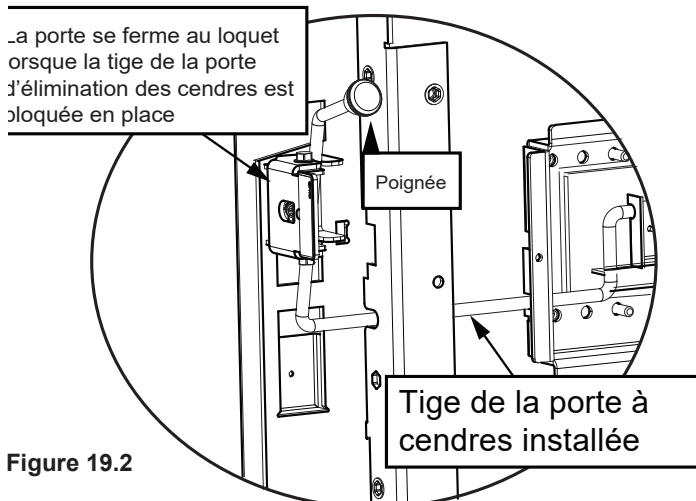

Figure 19.2
- Ajoutez le bouton à la tige de la poignée (**Figure 19.2 à la page 19**).
10. Ajoutez le bouton à la tige de la poignée (**Figure 19.2 à la page 19**).